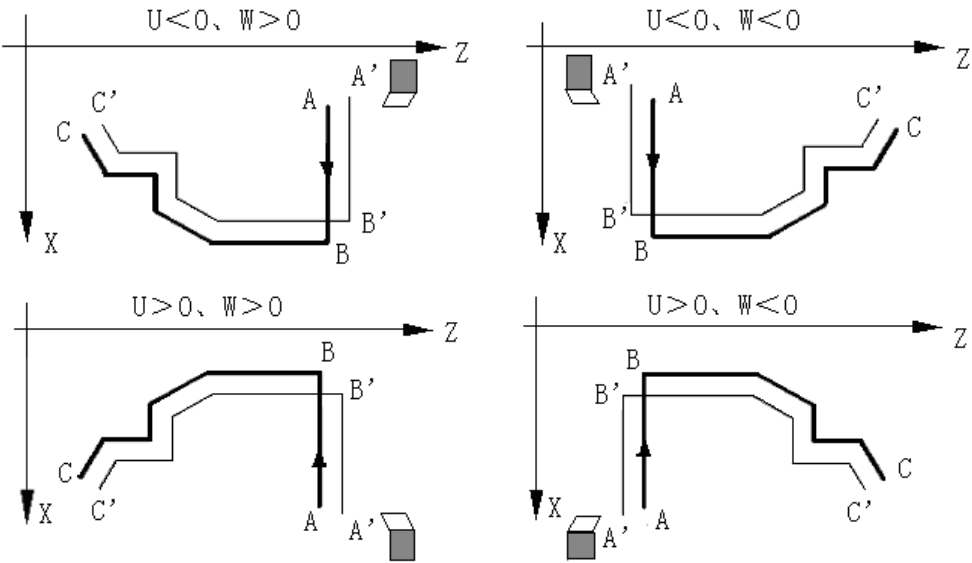

图4-16-4
- 1) 执行指令①时, 坐标轴没有实际运动, 系统自动将偏移量记忆到内部, 一直有效; 如果未指定, 则默认为 0。
- 2) G71 指令①设置的偏移量仅对 G71 指令②起作用,
- 3) G71 指令①中的 U、W 字段必须同时指定, 不能只写一个。
- 4) G71 指令③中的 X(U)、P、Q 字段应该与 G71 指令②一致; 如果要写, 必须写完整; 而
- 且字段范围与指令②相同。
- 5) G71 指令③中, P~Q 程序段中的指令编程规则同粗车 G71 指令②相同。
- 6) 系统执行粗车 G71 指令②时, 自动记忆最近的 G71 中的 X(U)、P、Q 字段数据; 如果 G710 省略了 X(U)、P、Q 字段, 则直接引用内部记忆的数据。因此, 如果是对最近粗车过的 G71 轨迹进行精车, 则可以省去 G710 之后的字段。
- 9) G710 与 G71 指令②一样, 内部可以进行刀尖半径补偿, 编程规则、格式与 G71 指令②一样。
- 10) 留粗车余量时坐标偏移方向: 指令①的 U、W 反映了精车时坐标偏移和切入方向, 按 U、W 的符号有四种不同组合, 见图 4-16-4, 图中: B→C 为精车轨迹, B'→C' 为粗车轮廓, A 为起刀点。